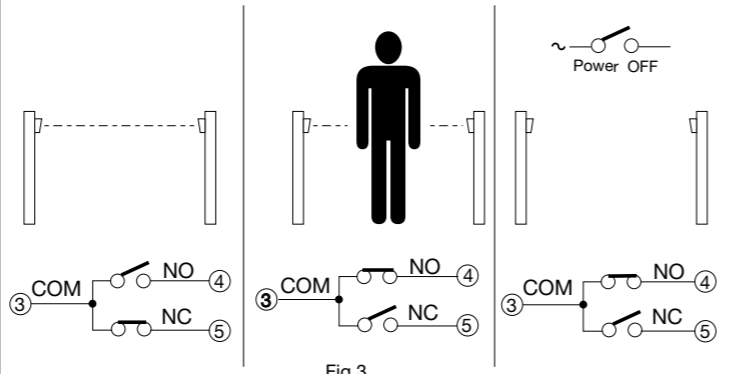

Fig.3
Se il collegamento è stato effettuato correttamente si accenderà il led rosso sul ricevitore e il contatto NC (morsetti 3 e 5 del ricevitore) sarà chiuso. La fig.3 esemplifica i due possibili stati dei contatti delle uscite relè.
4) Power the photocells at a power voltage of 24VDC or "24VAC. If the connection has been correctly carried out, the red LED on the receiver switches on and the NC contact (terminals 3 and 5 on the receiver) is closed. Figure 3 shows two possible status of the relay output contacts.
4) Die Fotozeleleneinrichtung mit einer Speisespannung von 24VDC oder 24VAC speisen. Wenn die Einrichtung richtig angeschlossen worden ist, leuchtet die rote Leuchte am Empfänger auf und der Ruhekontakt (NC) (Klemmen 3 und 5 des Empfängers) bleibt geschlossen. Die Abbildung 3 zeigt die zwei möglichen Zustände der Kontakte der Relaisausgänge.